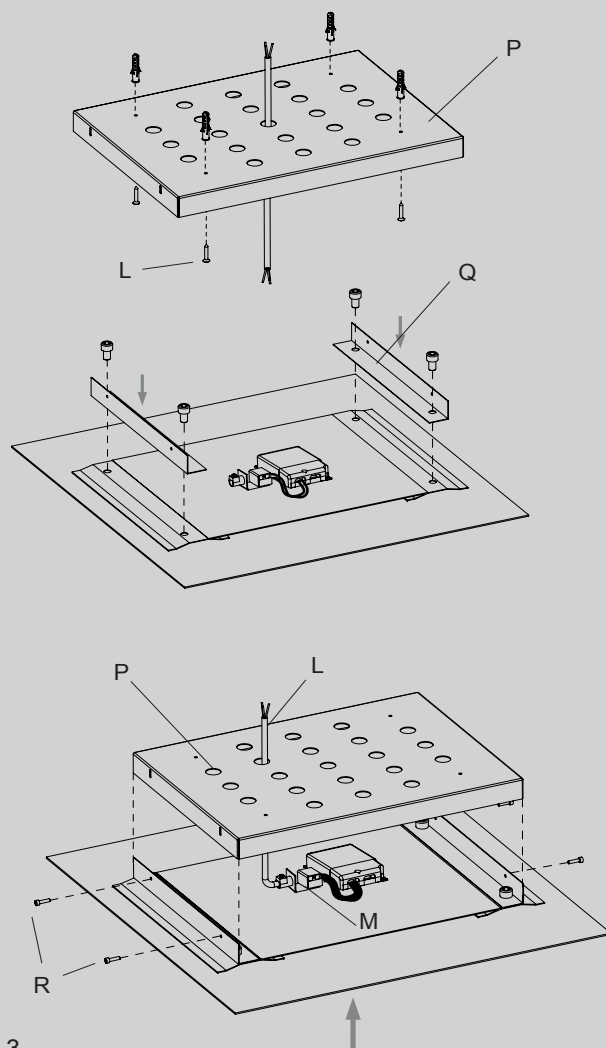

Fig.3
1. Rilevare l'interesse dei fori di fissaggio della copertura plafoniera (P) e segnare sulla superficie, dove dovrà essere fissato l'apparecchio [Fig. 3].
2. Fissare, mediante viti e tasselli (non in dotazione) la copertura (P) a soffitto, avendo cura di far passare il cavo di alimentazione (L) da uno dei fori presenti.
3. Fissare le staffe di supporto (Q) al corpo apparecchio tramite le viti in dotazione.
4. Collegare il cavo (L) al driver presente sull'apparecchio tramite la morsetteria (M), facendo attenzione a rispettare le polarità indicate.
5. Posizionare l'apparecchio sulla copertura a soffitto (P) fino in battuta e fissare con le 4 viti in dotazione (R).
1. Determine the wheelbase of the anchoring holes of the ceiling light fixture cover (P) and mark on the surface where the apparatus will be secured. [Fig. 3].
2. By means of screws or dowels (not supplied), secure the cover (P) to the ceiling, paying attention to pass the supply cable (L) through one of the holes available.
3. Secure the support brackets (Q) to the apparatus body, using the supplied screws.
4. Connect the cable (L) to the driver located on the apparatus through the terminal board (M), paying attention to respect the indicated polarities.
5. Position the apparatus on the ceiling cover (P) until it rests on it, and secure using the 4 supplied screws (R).